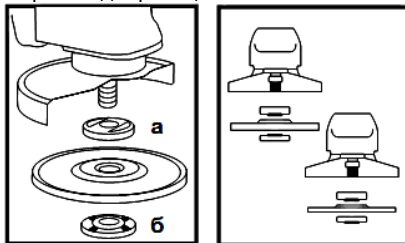

Рисунок 2
5.4 Встановіть на виріб шліфувальний або відрізний круг. Для цього натисніть на кнопку фіксації шпинделя (1) і поверніть шпиндель до такого положення, при якому він зафіксується. За допомогою вилочного ключа з комплекту виробу відверніть і зніміть затискну гайку (б) (дивіться рисунок 2). Встановіть шліфувальний диск на посадкове місце фланцевої шайби (а) (рисунок 2), наживить рукою затискну гайку на шпиндель і затягніть її ключем з комплекту виробу.